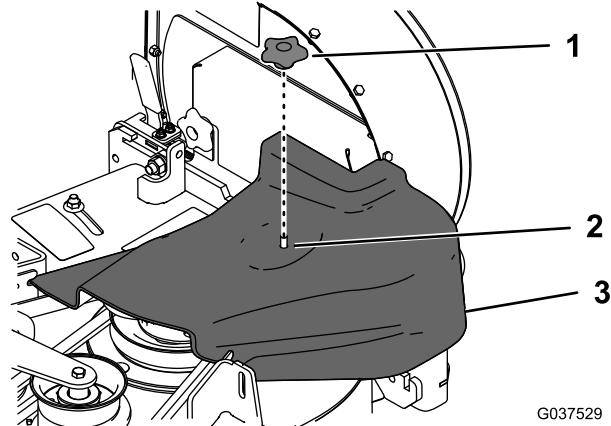

Bild 7
5. Montieren Sie die Riemenabdeckung und schrauben Sie das Handrad auf die Schraube an der Spannscheibe, um sie zu befestigen (Bild 7).